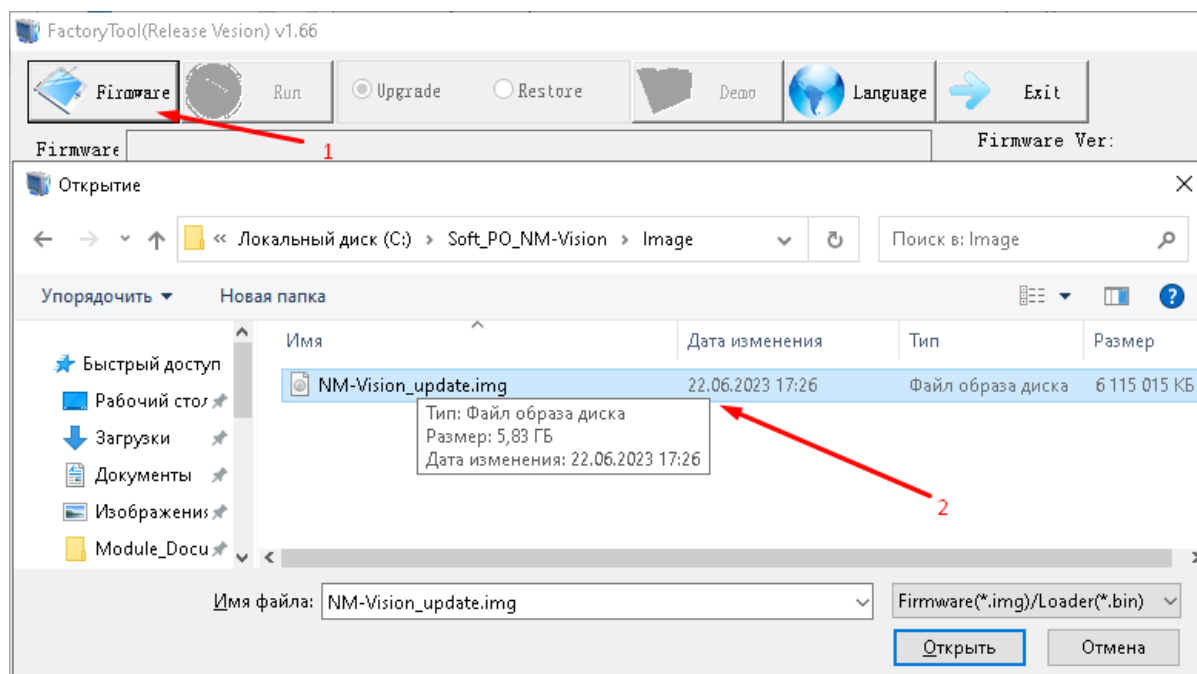

Рисунок 3.31 – Выбор файла для обновления встроенного ПО
3.8.4.4 Загрузите образ операционной системы для обновления, нажав на кнопку Firmware в левом верхнем углу программы и выбрав файл NM-Vision update.img (рисунок 3.31).